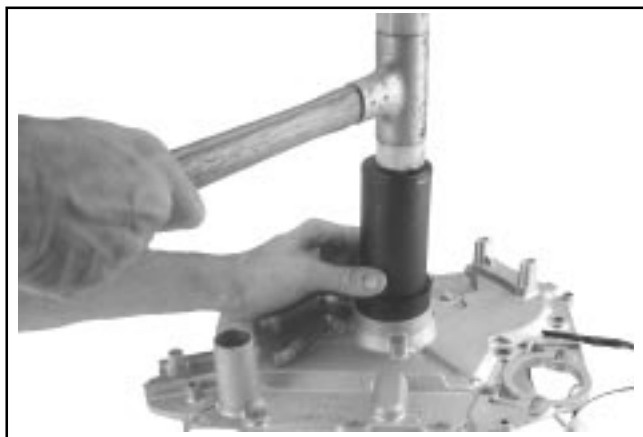

Figure 10-28. Installation du joint d'huile côté volant.
1. Lubrifier le diamètre extérieur et la lèvre du joint d'huile côté volant. Soutenir la plaque de fermeture et installer le joint d'huile. À l'aide d'un outil de montage pour joints, enfoncer le joint d'huile à une profondeur de **5 mm (0,196 in.)** dans le trou du joint. Voir la Figure 10-28.